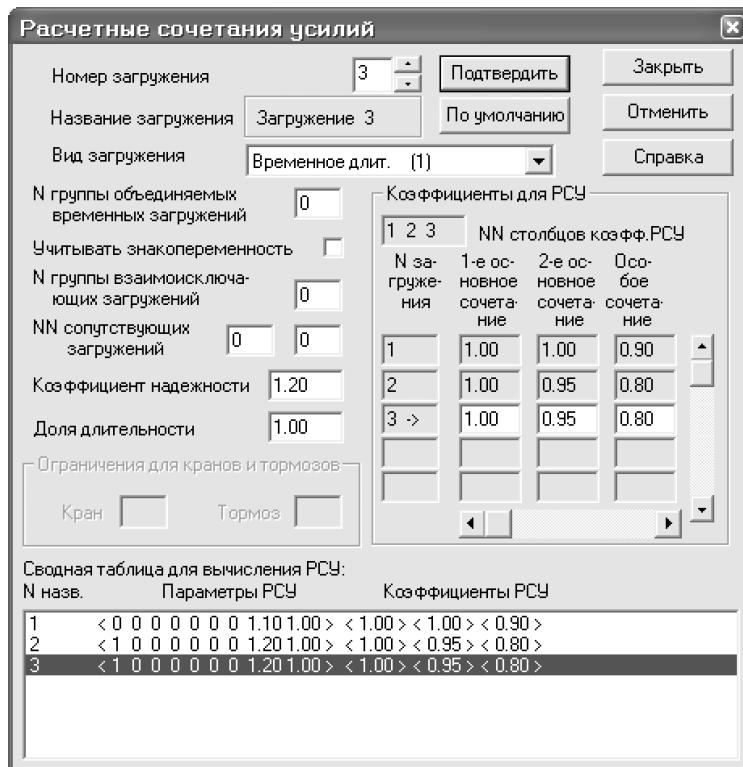

Рис.2.13. Диалоговое окно **Расчетные сочетания усилий**
- С помощью пункта меню **Нагрузки** ⇒ **РСУ** ⇒ **Генерация таблицы РСУ** (кнопка  на панели инструментов) вызовите диалоговое окно **Расчетные сочетания усилий** (рис.2.13).
- для Загружения 1 выберите в списке Вид загружения – **Постоянное (0)** и щелкните по кнопке **Подтвердить** (в строке **Номер загружения** номер автоматически изменился на **2**);
- для Загружения 2 выберите в списке Вид загружения – **Временное длит. (1)** и щелкните по кнопке **Подтвердить** (в строке **Номер загружения** номер автоматически изменился на **3**);
- для Загружения 3 выберите в списке Вид загружения – **Временное длит. (1)** и щелкните по кнопке **Подтвердить**.